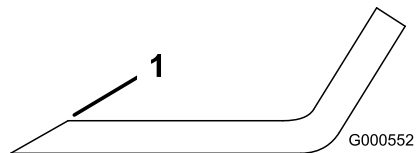

Figura 48
1. Utilize uma lima para afiar aresta de corte em ambas as extremidades da lâmina (Figura 48).
Nota: Se lâmina não estiver equilibrada, lime algum metal da extremidade da aba apenas (Figura 48).